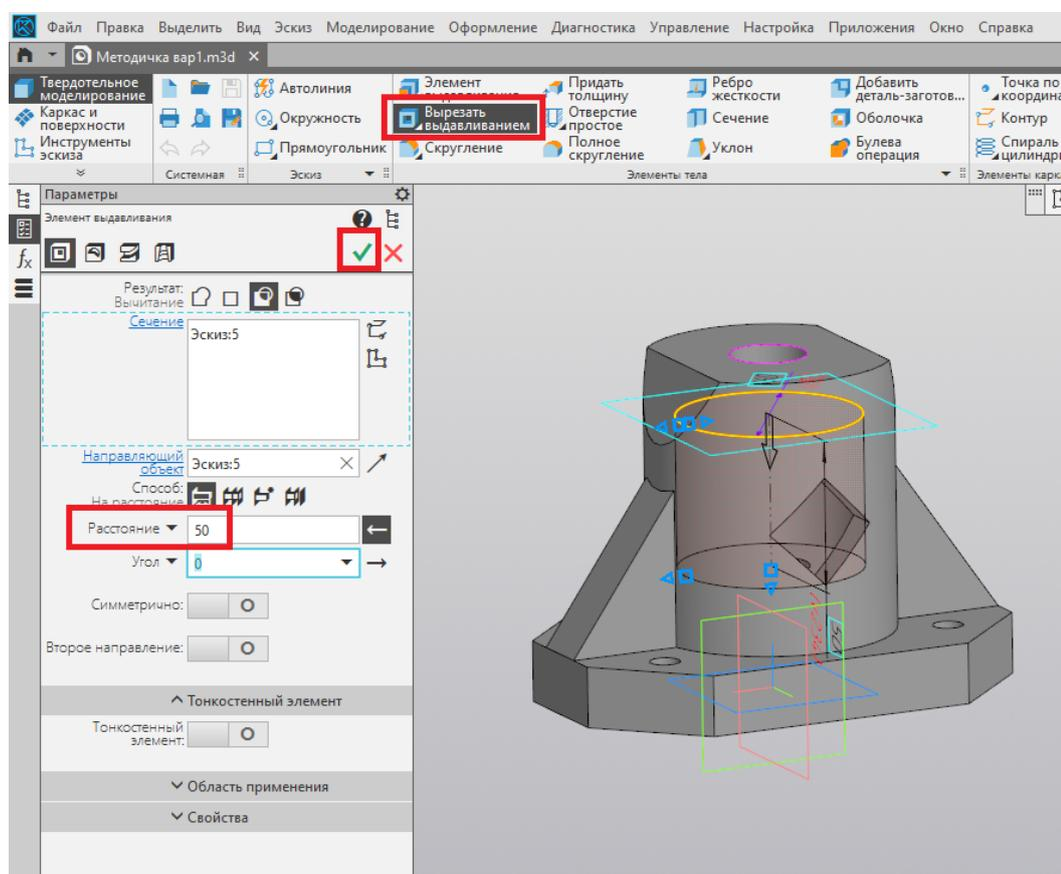

Рис. 30
27. При помощи команды «Вырезать выдавливанием» вырезаем цилиндрическое отверстие на расстояние 50 мм вниз (рис. 30).